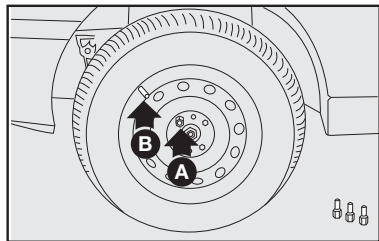

fig. 6
7) atarraxar apenas um dos parafusos **A**-fig. 6, em correspondência com a válvula de enchimento **B**-fig. 6;